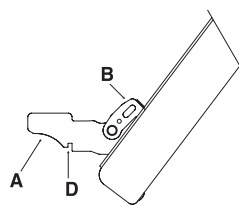

FIG.2
- Abra inteiramente a porta e levante as 2 alavancas "B" (fig. 2);